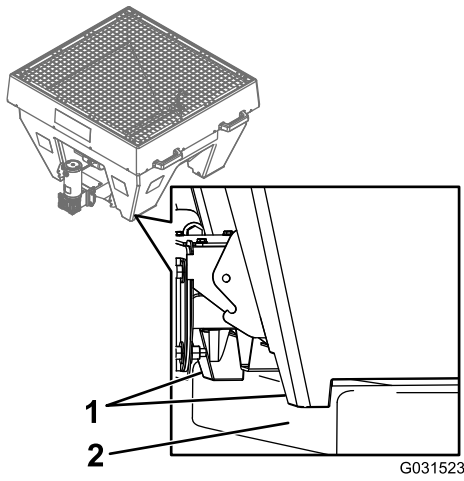

Figura 5
3. Deslice el esparcidor hacia la cabina del vehículo hasta que las patas de tope toquen la plataforma del vehículo utilitario (Figura 5).